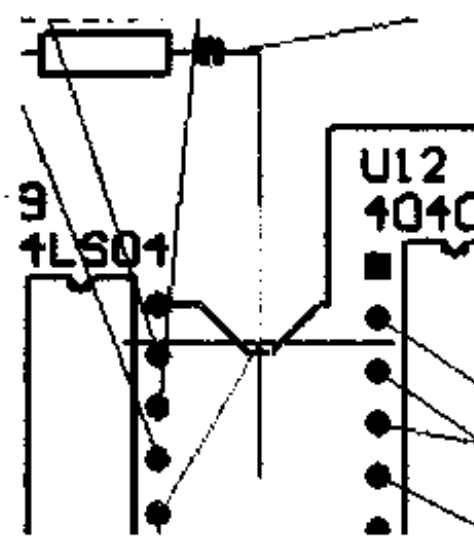

图 5-185 清除障碍
(3) **Push Obstacle**: 清除障碍。选择该项，则在系统布线遇到障碍时，系统会先清除障碍，然后再布线过去。如图 5-185 所示，系统布线遇到障碍（同一层出现交叉导线）时，系统会清除障碍，即推开当前障碍导线，然后再布线。